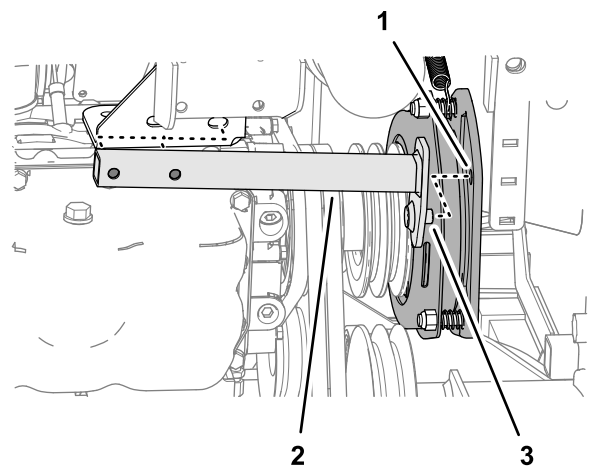

Figura 92
7. Deplasați tubul anti-rotire în spate și demontați-l de la maină (Figura 92).
- Aliniați tiftul tubului anti-rotire cu orificiul din placa ambreiajului prizei de putere; consultați Figura 92 din Demontarea curelelor prizei de putere (Pagină 64).